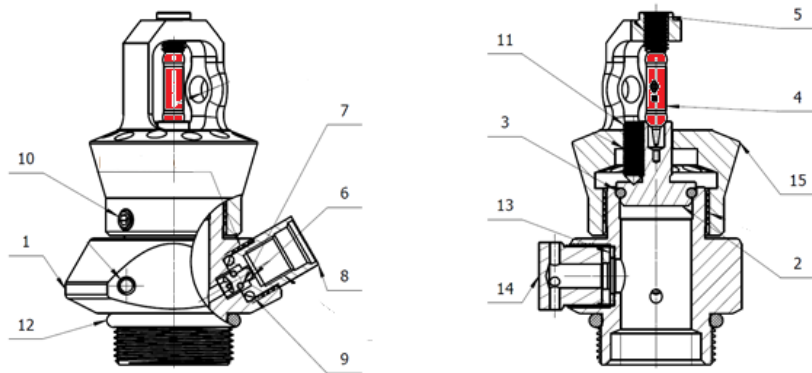

Рисунок 3.3.1 Чертеж ЗПУ
Примечания к рис. 3.3.1- 3.3.2
Термочувствительная колба (поз.4, рис. 3.3.1), предназначена для удержания центрального клапана ЗПУ (поз.6, рис. 3.3.1) в закрытом положении в дежурном режиме. Разрушается при срабатывании модуля (повышении температуры или при подаче электрического импульса на эл.пускатель).
- 2) *При разрушении (наличии трещин, потери цвета) ТЧ-колбы выкручивать транспортный винт (поз.11 рис.3.3.1) запрещается!*
Стопорный винт (поз. 10, рис. 3.3.1.) фиксирует положение распылителя (поз.15, рис. 3.3.1.) и предназначен для предотвращения демонтажа.
Поджимной винт (поз. 5, рис. 3.3.1.), предназначен для фиксации термочувствительной колбы. ***Установка поджимного винта осуществляется только производителем или уполномоченным дилером. Самостоятельный монтаж/демонтаж поджимного винта колбы может привести к разрушению термочувствительной колбы и несанкционированному срабатыванию модуля!!!***
Предохранительная мембрана (поз. 13 рис. 3.3.1.) монтируется в корпус ЗПУ и поджимается только производителем или уполномоченным дилером. Самостоятельный монтаж/демонтаж предохранительной мембраны может привести к ее повреждению и несанкционированному выпуску ГОТВ. Разрушение мембраны не приводит к срабатыванию ЗПУ. В случае срабатывания предохранительной мембраны газ полностью стравливается из модуля через отверстия предохранительного устройства делясь на несколько потоков. После этого мембрана подлежит замене.